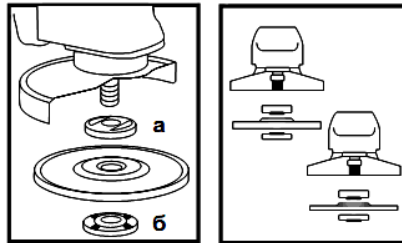

Рисунок 2
4.4 Встановіть на виріб абразивний шліфувальний або відрізний круг. Для цього натисніть на кнопку фіксації шпинделя (1) і поверніть шпиндель до фіксації. За допомогою вилочного ключа з комплекту виробу відверніть і зніміть затискну гайку (б) (див. рис. 2). Встановіть шліфувальний диск на посадкове місце фланцевої шайби (а) (рис. 2), накрутіть затискну гайку на шпиндель і затягніть її ключем з комплекту виробу.